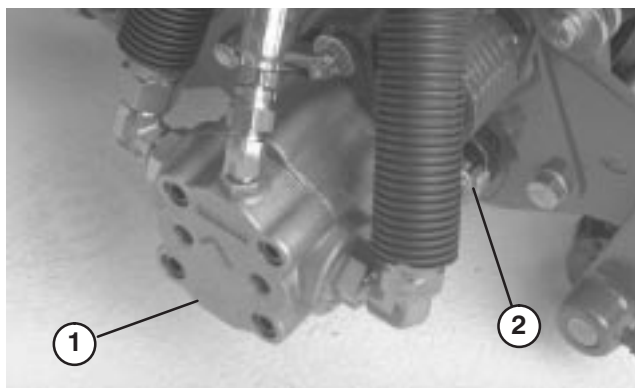

Figure 10
9. Montez les écrous de fixation du moteur d'entraînement des cylindres sur chaque plateau de coupe (Fig. 10). Laissez dépasser approximativement 13 mm du filetage de chaque goujon de fixation.